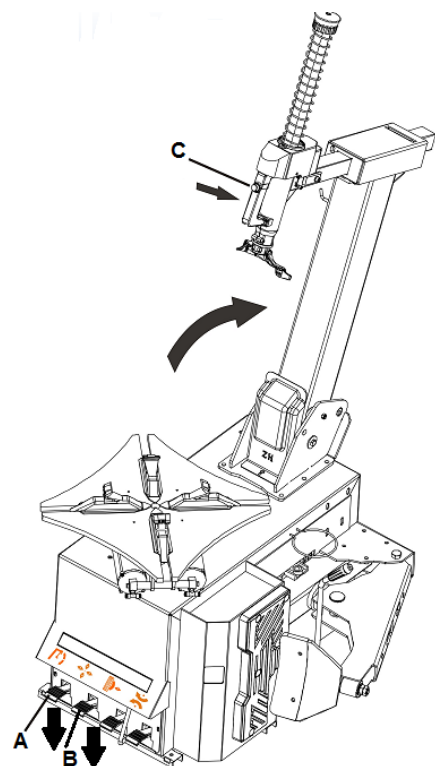

Fig. 14
- Vergrendel zowel de horizontale als de verticale arm door de arreteerknop (C, fig.14) in te drukken.
- Druk op pedaal A (fig.14) om de kolom naar achter te kantelen, leg nu de band op de klemmen en druk de velg stevig naar beneden, druk pedaal B (fig.14) nu in.
- Druk op pedaal A (fig.14) om de kolom naar achter te kantelen, plaats de band op de klemmen en druk pedaal B(fig. 14) in om de klemmen naar buiten te laten komen.
- Druk pedaal A (fig.14) in om de arm naar voren te kantelen.